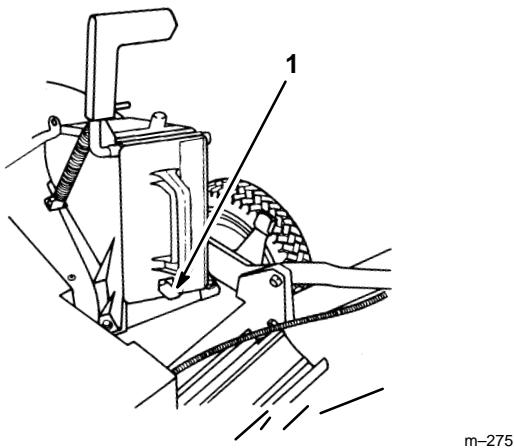

Figure 7
3. Empuje el tapón al máximo, hasta que la presilla de resorte al extremo del mismo encaje en su lugar, fijando el tapón de manera segura en el canal de descarga (Fig. 7). Suelte el asa de la puerta de descarga para asegurar la parte superior del tapón.